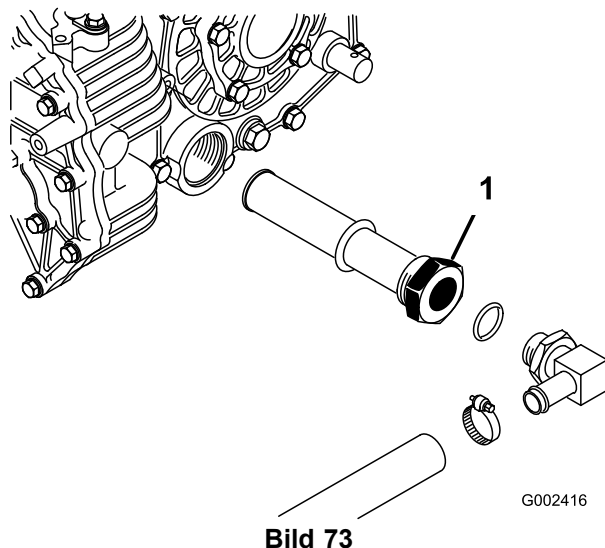

Bild 73
3. Achten Sie auf die Ausrichtung des Hydraulikschlauches und des 90°-Anschlussstückes, das an der Seite des Behälters befestigt ist (Bild 73). Nehmen Sie den Hydraulikschlauch und das 90°-Anschlussstück ab.